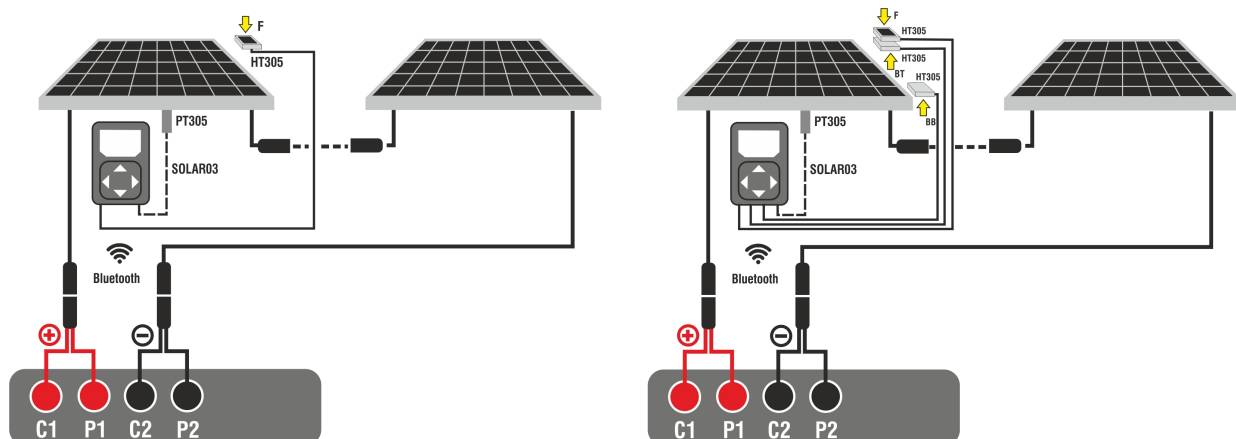

Abb. 64: Verbindung mit Fernstation SOLAR03 an Monofazialen und Bifazialen Modulen.
- Verbinden Sie das Instrument und die Fernstation SOLAR03 mit dem zu testenden Modul/String wie in Abb. 64 gezeigt. Insbesondere: